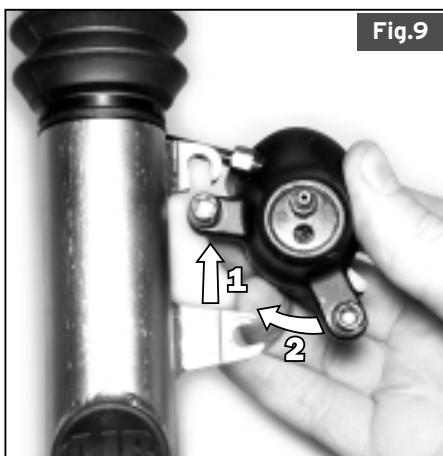

Fig.9
4. Vuelva a montar la pinza del freno en la horquilla Lefty. Tendrá que introducir primero el disco en la ranura de la pinza del freno para que este corra entre las pastillas. Asegúrese de que ambas pastillas están en colocadas en la pinza. Deslice ahora el tornillo superior de la pinza hasta el soporte, y gire el cuerpo de la pinza en el sentido de las agujas del reloj hasta que el tornillo inferior alcance su posición de enganche. Vea Fig. 9. Asegúrese de que las arandelas de separación están en la cara interior del soporte de la pinza (contra el cuerpo de la pinza) y no directamente bajo la cabeza de los tornillos. Apriete por último los tornillos con una llave allen de 5mm y un par de apriete de 8-9 Nm (69-78 In-Lbs).